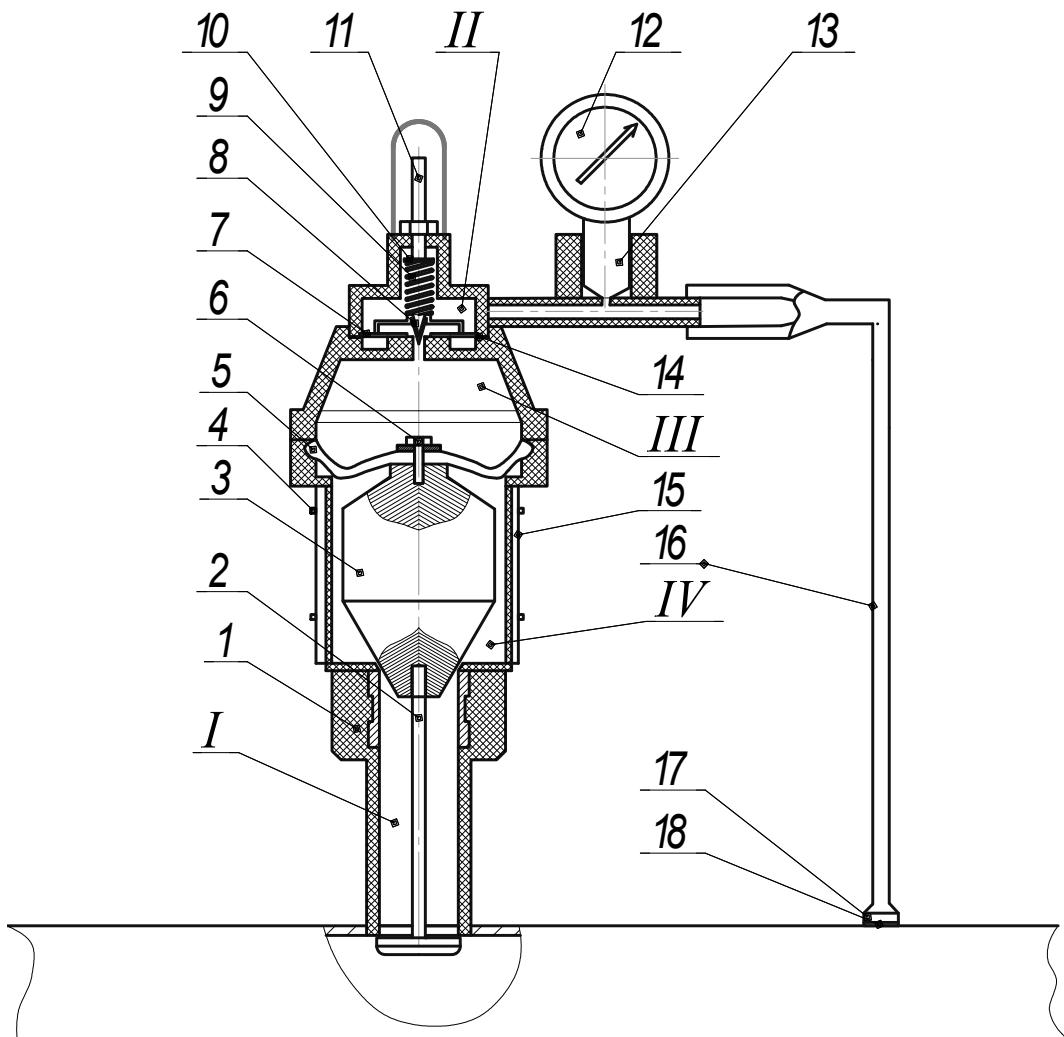
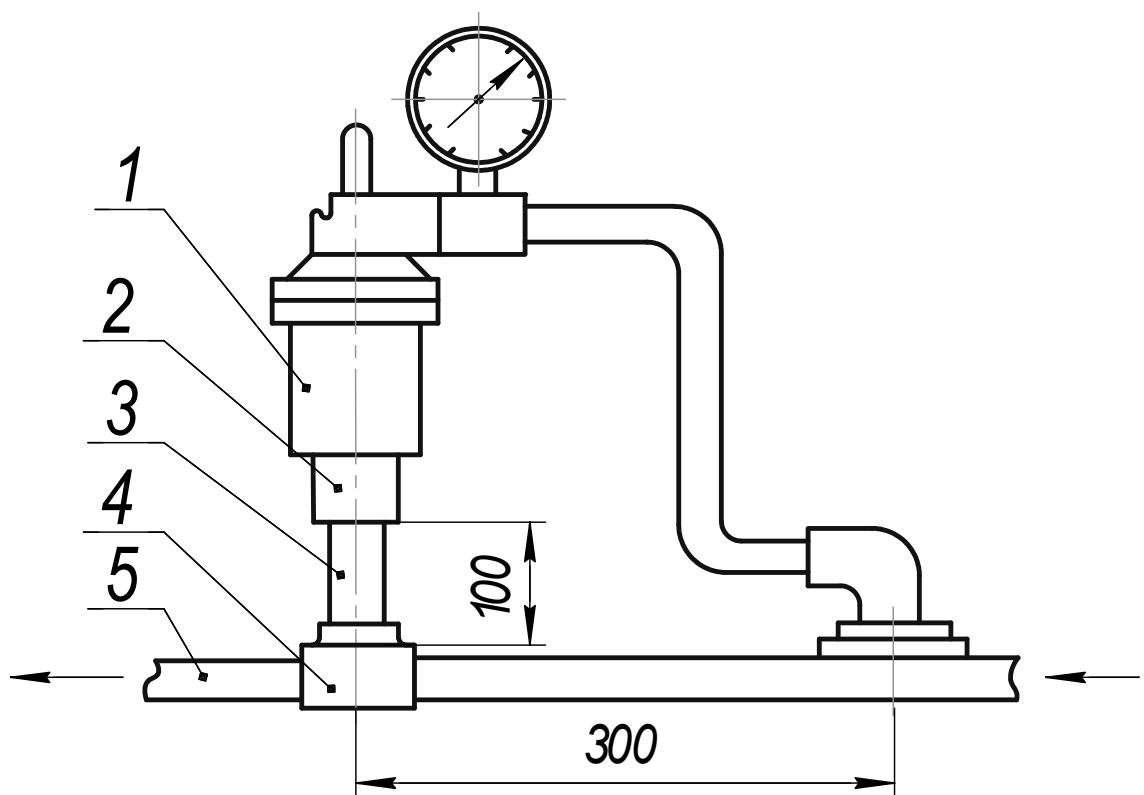

Рисунок 6 – Вакуум-регулятор:
Рисунок 7 – Схема подключения вакуум-регулятора:
**Вакуум-регулятор 5** (рисунок 6) предназначен для регулирования и поддержания вакуумметрического давления в вакуумных и молочных магистралях доильных установок.
**Работа вакуум-регулятора.** Работающий с постоянной производительностью вакуумный насос всасывает воздух из вакуумного провода 5 (рисунок 7). В результате чего в вакуумной полости камера I (рисунок 6), управляющей камере II и камере III создается разрежение. В камере IV находится воздух, проходящий через фильтр 15. При стабильной работе вакуумной системе груз 3 находится в подвешенном состоянии, за счет разности давления в камерах III (вакуумметрическое давление) и IV (атмосферное давление). Следовательно, между корпусом 1 и грузом 3 имеется щель, через